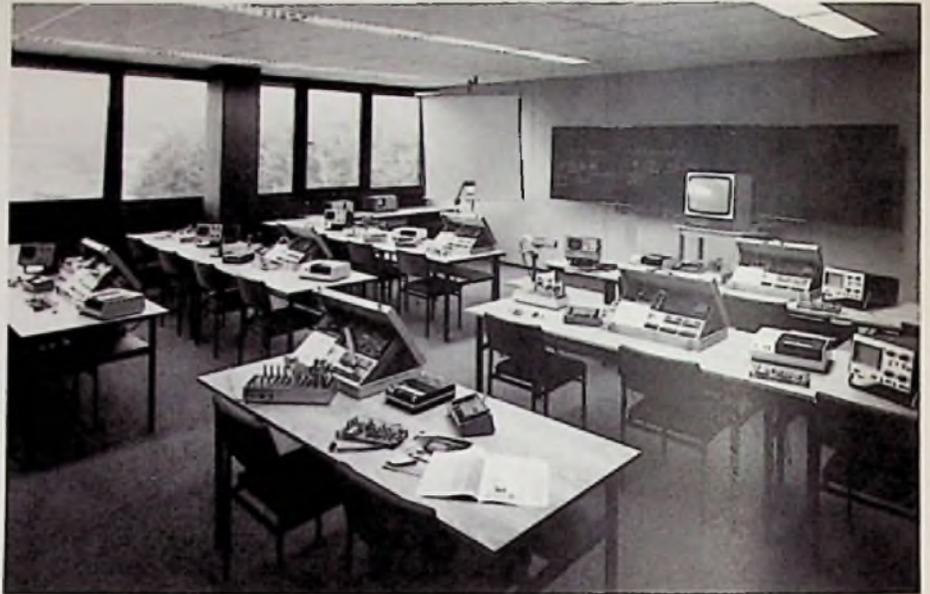
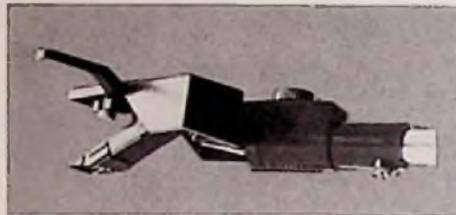
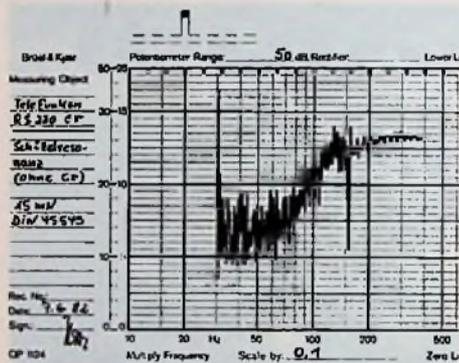

Bild 2: Blick in einen der neuen Unterrichtsäle
Bild 4: Eingebauter magnetischer Low Mass-Tonabnehmer AT 51 von Audio Technica
Bild 5: Sehr schwach ausgeprägte Tonarm-Schüttelresonanz (ca. 13 Hz) bei horizontaler Anregung (15 mN; DIN 45543)
Bild 2: Einblick in den konstruktiven Aufbau des RS 220 CX. Die automatischen Tonarmsteuerungen werden über das direkt an der Achse des DD-Motors befestigte Kurvenrad (Mitte) übertragen. Die verschiedenen, separat aufgebauten elektronischen Baugruppen sind über Steckverbinder miteinander verbunden.
In der recht flachen Phono-Komponente befindet sich ein kollektorloser Gleichstrom-Motor, der mit Hilfe des bekannten, zentralen Kurvenrades, (Bild 2) gleichzeitig die mechanischen Tonarmbewegungen steuert. Der RIAA-Phonoentzerrer und der CX-Decoder sind auf jeweils eigenen Platinen servicegünstig untergebracht. Die schaltungstechnische Kombination dieser Bausteine entspricht im wesentlichen der in Bild 5 des o. g. Berichtes dargestellten Anordnung. Nur nach Betätigung der CX-Taste auf dem vorderen Frontpanel wird der Decoder in den Übertragungsweg geschaltet.
Der in den geraden Rohrtonarm, in eine lösbare Halterung eingebaute magnetische Tonabnehmer ist das Low-Mass-Modell AT 51 von Audio Technica (Bild 4). Hinsichtlich der Tonarm-Schüttelresonanz sind Abtaster und Tonarm gut einander angepaßt, da sich eine Resonanzüberhöhung nicht ausbildet (Bild 5). Doch liegen im Bereich zwischen 280 Hz und 450 Hz zwei Torsions-Resonanzen, die sich auch im Übersprechkanal deutlich bemerkbar machen (TR). Leider mehr als nur ein kleiner Schönheitsfehler in der sonst annehmbaren Frequenzgang-Kurve des Abtasters (Bild 6). Auch zeigten sich zumindestens beim Testmuster ab ca. 2 kHz Pegelunterschiede bis zu 3 dB, wodurch auch die Übersprechdämpfung im rechten Kanal, von den sonst relativ günstigen Werten zwischen 80 Hz und ca. 1 kHz (max. 28 dB), bis auf 13–14 dB zurückgeht. Es könnte sich hier zwar um ein ausgefallenes Exemplar handeln, was für denjenigen, der es weiterverwendet, natürlich keine Entschuldigung ist. Über die akustische Wirkung des CX-Verfahrens wurde bereits berichtet. Sie ist bei den derzeit ausgelieferten CX-Schallplatten – mit vornehmlich leichter U-Musik von verhältnismäßig geringer Dynamik – tatsächlich beeindruckend. Es wäre für die weitere Verbreitung und Anerkennung des CX-Verfahrens sicher günstiger gewesen, mit dem an sich zufriedenstellenden Plattenspieler RS 220 CX ein besseres Ton-